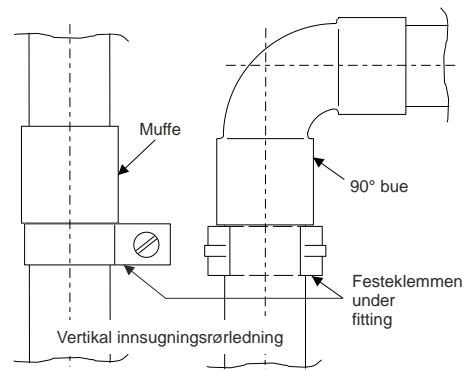

Fig. 35 Vertikal innsugningsrørledning
- Hvis innsugningsrørledningen eller deler av den legges ut vertikalt (f.eks. i et stigerør), sørg for at rørene ikke kan skli ned (sikre festeklemmene direkte mellom fittinge som vist i Fig. 35).